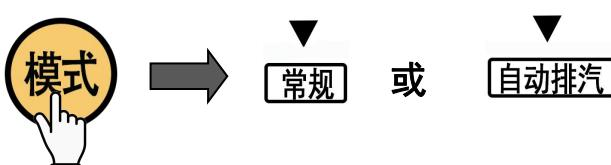

图 14
④快速冷却设置：可在按“启动”键前或灭菌程序结束前按下“快速冷却”键进行设置。选择此功能，机器将在排气时启动快速冷却风扇加速排气。
⑤模式选择：可切换常规或者自动排气模式（图14）。（仅适用于【自动排气型】）